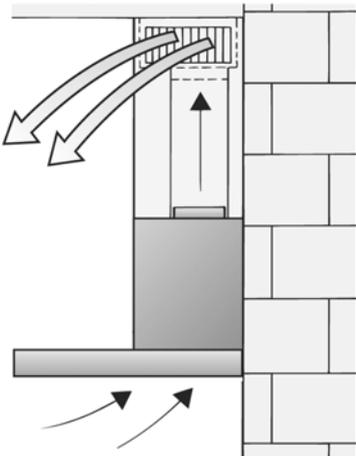

Рис. 11
1. Начертите линию на стене от потолка до нижнего края вытяжки в центре того места, в котором предполагается установить вытяжку (рис. 11).
2. Используйте шаблон для маркировки на стене точек, в которых будут установлены винты (рис. 11).
3. Просверлите 4 отверстия \varnothing 8 мм для крепления вытяжки и 2 отверстия \varnothing 8 мм для крепления обшивки вытяжной трубы. Вставьте дюбели в отверстия таким образом, чтобы они были заподлицо со стеной (рис. 11).